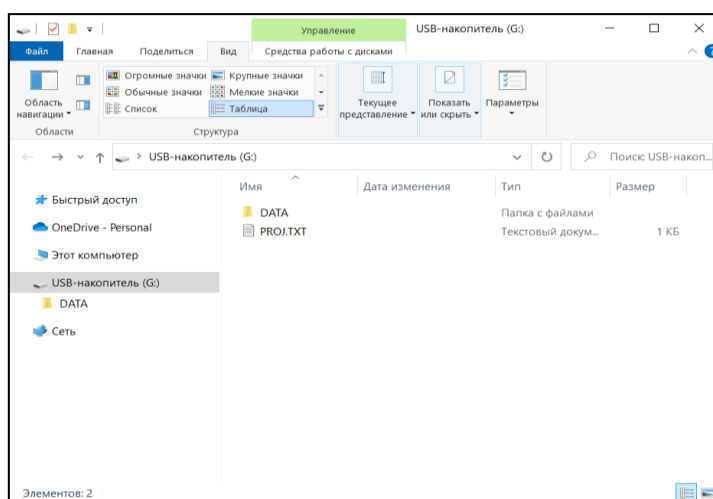

Рисунок 70 Внешний вид корневой папки пульта MaxiMag
3.1.2 Перед подключением к ПК убедитесь, что на экране пульта MaxiMag (далее - пульт) отображается главное меню. Далее подключить USB кабель к соответствующему разъему на пульте. После определения компьютером пульта MaxiMag, на экране компьютера появится окно с папкой и файлами данных (Рисунок 70), хранящимися на пульте, а на дисплее магнитометра будет отображаться сообщение «USB Mass storage...».